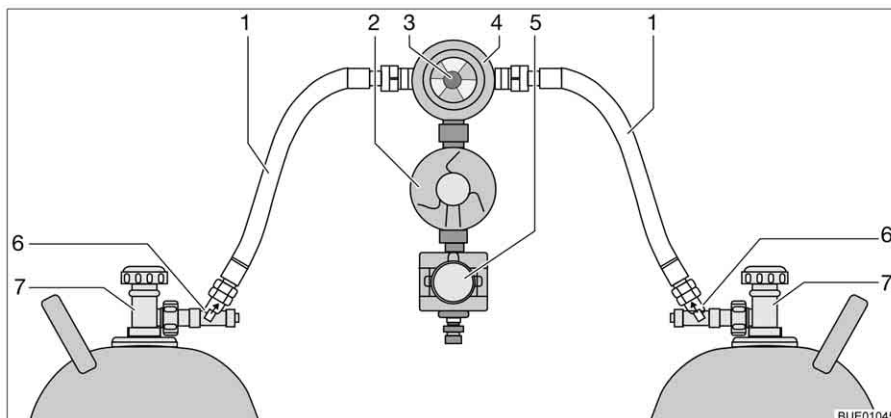

Fig. 165 Impianto di commutazione Crash Protection Unit
La Crash Protection Unit consiste di due limitatori di flusso con sblocco manuale (Fig. 165,6), di una valvola di commutazione (Fig. 165,4) con regolatore di pressione (Fig. 165,2), di una elettrovalvola (Fig. 165,5) e di una centralina di controllo con LED a tre colori. La valvola di commutazione viene montata tra i due tubi del gas (Fig. 165,1).
Con la manopola (Fig. 165,3) sulla valvola di commutazione è possibile stabilire, quale delle bombole del gas viene utilizzata come bombola in uso e quale bombola del gas viene utilizzata come bombola di riserva.
Sulla centralina di controllo (Fig. 166) possono venire azionate solo le funzioni elettriche. Le valvole principali di arresto delle bombole del gas (Fig. 165,7) e gli sblocchi (Fig. 165,6) devono essere aperti a mano.
- Aprire le valvole principali di arresto delle bombole del gas (Fig. 165,7).
- Premere gli sblocchi (Fig. 165,6) uno dopo l'altro per 10 secondi.
- Con la manopola (Fig. 165,3) sulla valvola di commutazione (Fig. 165,4) selezionare la bombola del gas, da cui proviene la principale alimentazione del gas (bombola in uso).
- Chiudere le valvole principali di arresto delle bombole del gas (Fig. 165,7).